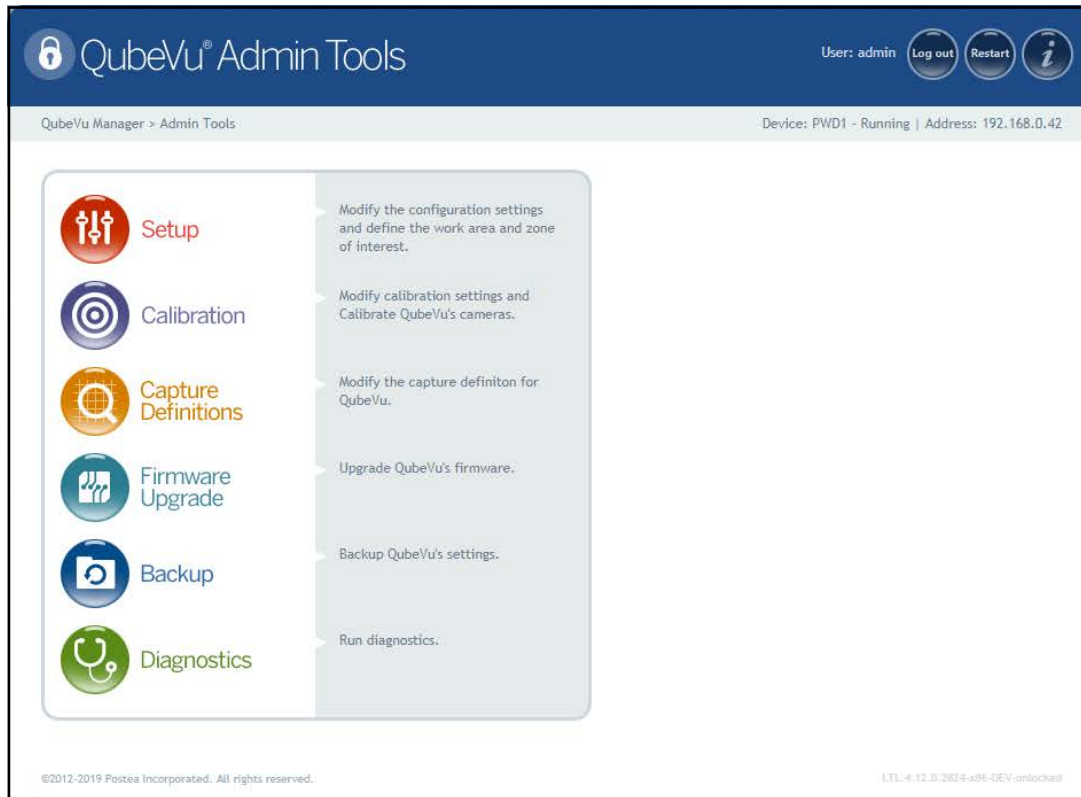

Figura 2-2. Menu Admin Tools (Strumenti Ammin.)
3. Premere  nel menu **Admin Tools** (Strumenti Ammin.) (Figura 2-2 a pagina 9) per accedere al menu **Setup** (Impostazione).